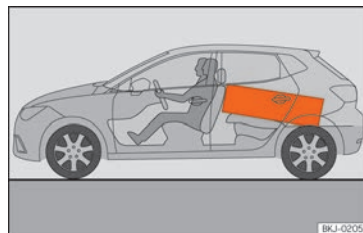

Fig. 162 Sistemare i carichi pesanti quanto più possibile in avanti.
- Gli oggetti più pesanti vanno messi, per quanto possibile, nella zona anteriore del bagagliaio » » **fig. 162**.